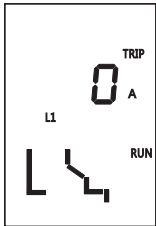

图66 按“Test”键进行模拟瞬时脱扣状态
7.5.6.5.4 脱扣状态：除上述可以设置及查询的状态以外，对控制器出现故障脱扣状态举例说明如图66、图67